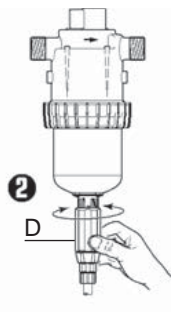

Fig. 13
- Visser ou dévisser la douille de réglage (Fig. 13-D) pour amener le haut de la douille sur le repère du dosage souhaité.